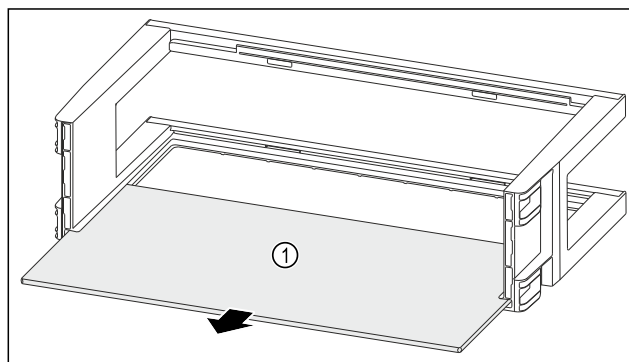

Fig. 130
- Vegye ki a tárolólapot Fig. 130 (1).